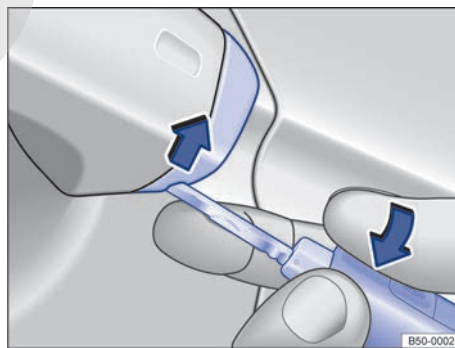

Fig. 55 Manilla de la puerta del conductor: levantar la caperuz.
- Levantar la caperuza con la llave del vehículo en el sentido de la flecha → fig. 55.